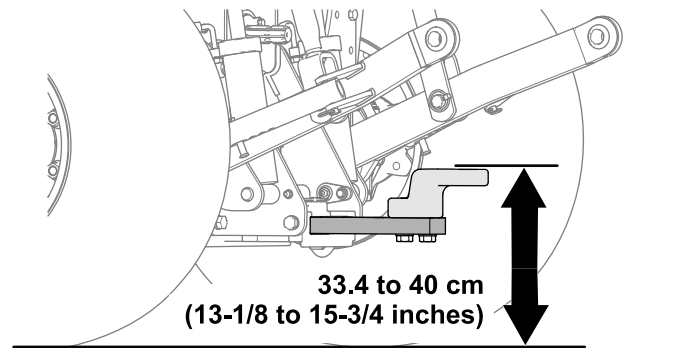

Figure 21
- Hauteur de travail : 33,4 à 40 cm ; voir la Figure 21.